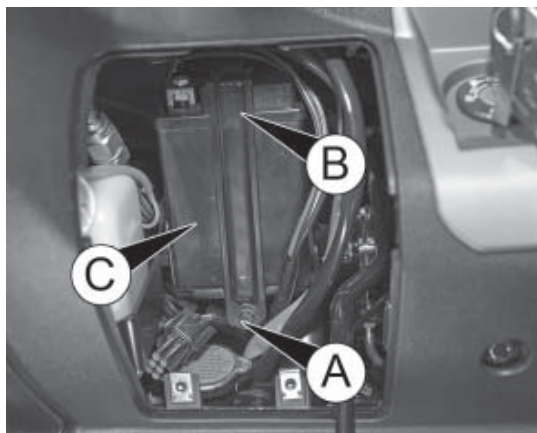

Abb. 9
- die Schraube A Abb. 9 abschrauben und den Bügel B entfernen, dann die Batterie C aus ihrem Sitz nehmen;